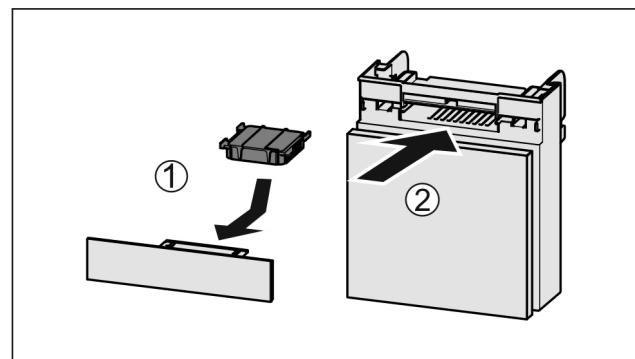

Fig. 53
- Aktivkohlefilter nach Abbildung einsetzen Fig. 53 (1).
► Fach einschieben Fig. 53 (2).